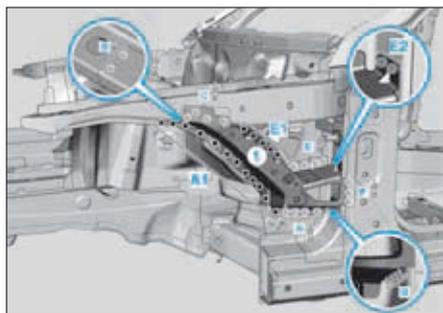

FIG. 22
- Poser la partie inférieure du doublure d'aile avant (1), l'ajuster et la fixer (Fig.22).
- Riveter la partie inférieure du doublure d'aile avant (1) :
- avec un rivet à tête noyée de Ø 6,4 x 14 mm dans la zone (F),
- par points électrique la partie inférieure du doublure d'aile avant (1) dans les zones (A1 et E1),
- par bouchonnage la partie inférieure du doublure d'aile avant (1) dans les zones (E2),